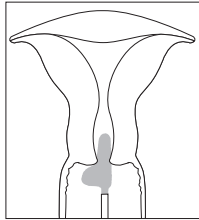

Fig. 1
3. Tenir l'écouvillon floqué par la tige et insérer l'embout de l'écouvillon (le segment long du „L“) à l'intérieur du canal cervical, en laissant en dehors du canal cervical la partie la plus large de l'écouvillon (le segment court du „L“); voir la Fig. 1.